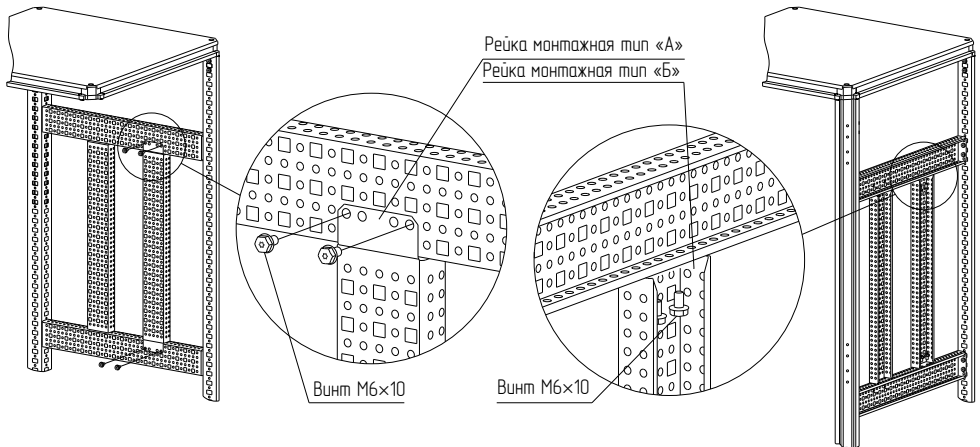

Рисунок 14
4.5.4.2 Закрепите рейку монтажную по вертикали одним из способов (Рисунок 14).